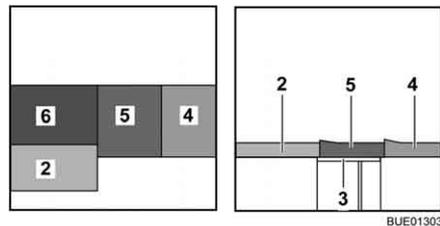

Bild 130 Nach dem Umbau
- Das Sitzpolster (Bild 130,5) in die Mitte legen.
- Das Rückenpolster (Bild 130,4) zwischen das Sitzpolster und die Wand legen.